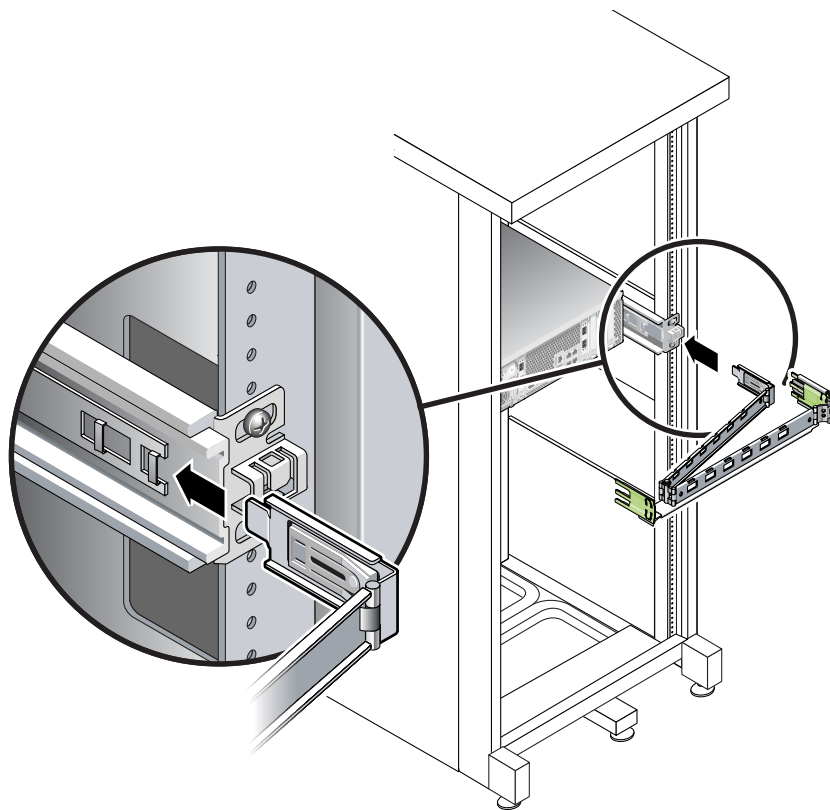

図 2-22 内側の CMA コネクタの取り付け
2. 小さい方の拡張部品を、固定部品の端にあるクリップに差し込みます (図 2-22)。